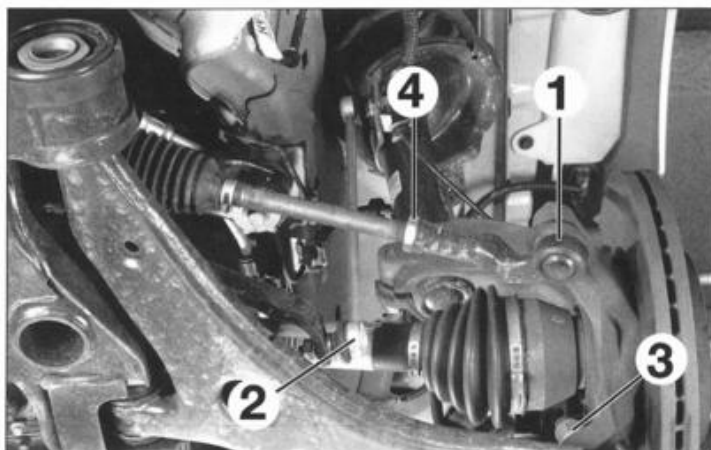

FIG. 10
- las tuercas de rótula (1) de dirección en la mangueta y separarla (fig. 10).
- las tuercas inferiores de barra estabilizadora (2) y separarla.
- las tuercas de brazos inferiores de suspensión en la mangueta (3) y separarlos (mantener la rótula con una llave hexagonal macho de 5 mm).
- Aflojar la contratuerca (4) y la tuerca de fijación (1) de la bieleta de dirección (fig. 10).